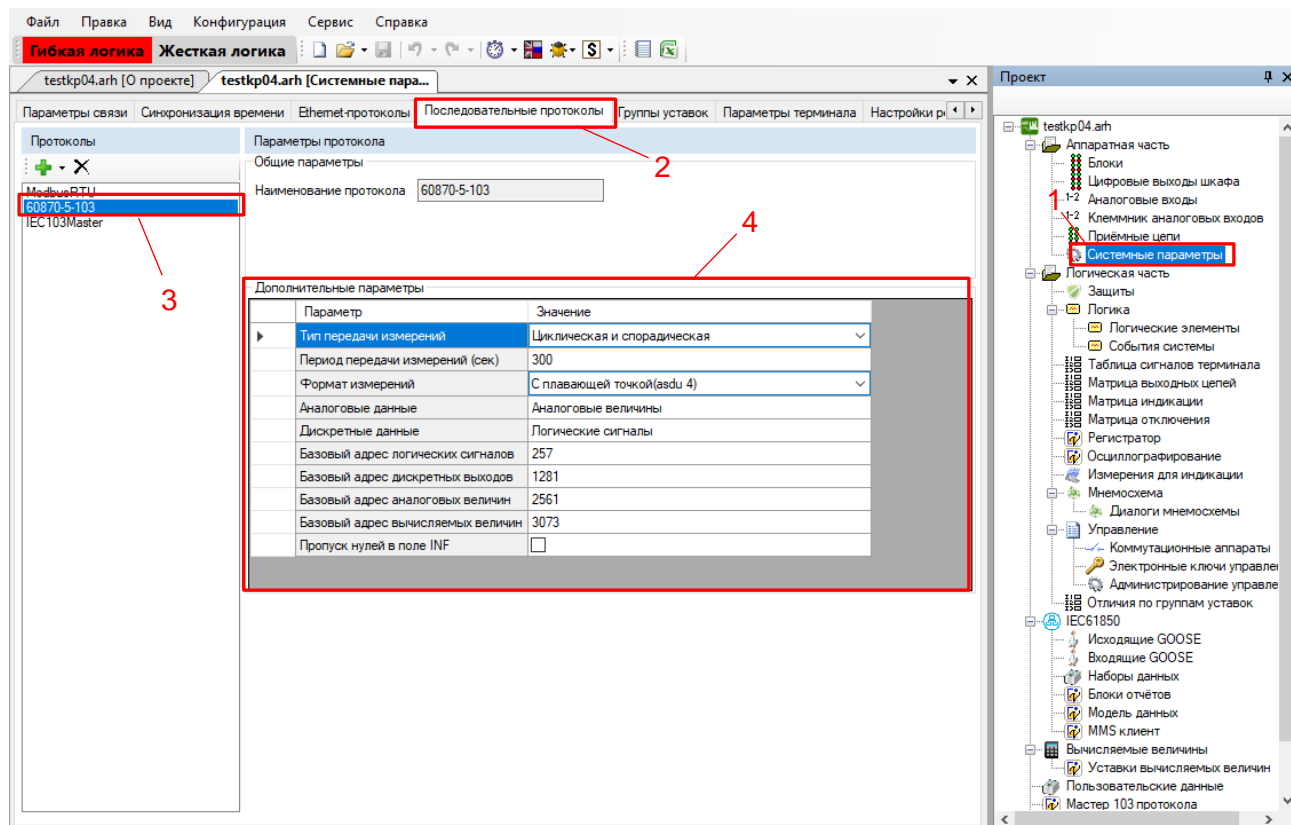

Рисунок 14 – Настройка протокола передачи данных МЭК 60870-5-103
4.2.1 В «дереве» проекта программы Конфигуратор выбрать пункт меню **Системные параметры** (см. рисунок 14, поз. 1), дважды щёлкнув левой кнопкой мыши на соответствующий пункт «деревя» проекта. Откроется окно **Системные параметры**.
4.2.2 Выбрать вкладку **Последовательные протоколы** (см. рисунок 14, поз. 2).
4.2.3 В поле **Протоколы** выбрать протокол МЭК 60870-5-103: **60870-5-103** (см. рисунок 14, поз. 3).